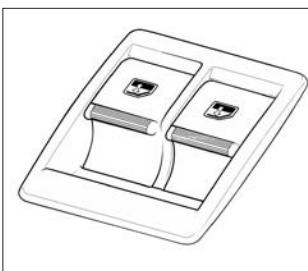

Рис. 29. Клавишиные переключатели стеклоподъемников
Наружные зеркала оснащены электроприводом. Блок управления зеркалами располагается на облицовке накладки кожуха пола (рис. 28, позиция 2). Выбор регулируемого зеркала осуществляется перемещением переключателя 1 (рис. 29) в фиксированные положения (правое/левое), соответствующие регулировке правого/левого зеркала.
**В варианте исполнения** автомобиль может быть укомплектован только клавишными переключателями стеклоподъемников (рис. 29).